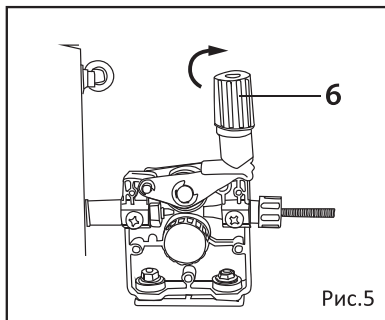

Рис.5
5. Регулировка прижимного ролика сварочной проволоки (Рис.5)